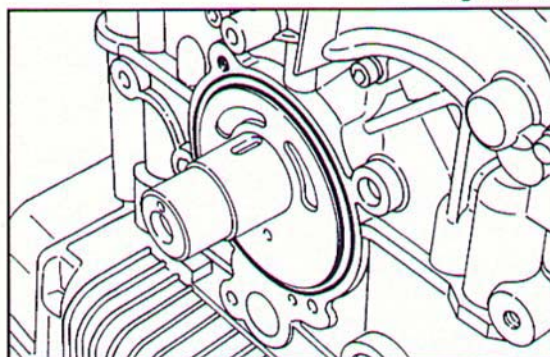

Fig. 249 ▼
- inserire l'OR cosparso di grasso (Fig. 249);
- insert the well-greased O-ring (Fig. 249);